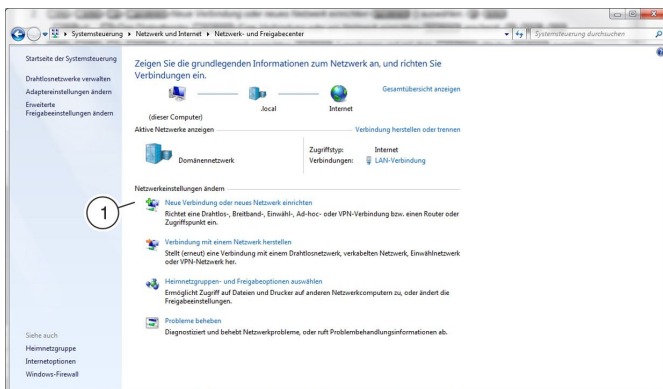

Abb. 50: Neue Verbindung oder neues Netzwerk einrichten
- 2 ▶ „Neue Verbindung oder neues Netzwerk einrichten“ (Abb. 50 /1) auswählen.